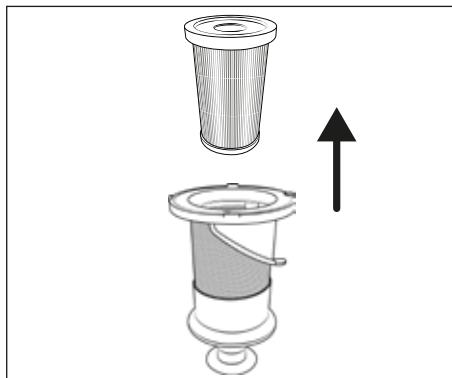

Fig. 18
- 3) Retirez le filtre HEPA 5 du filtre en acier inoxydable 6, en saisissant l'ouverture du filtre HEPA 5 et en le sortant du filtre en acier inoxydable 6 (voir figure 18).